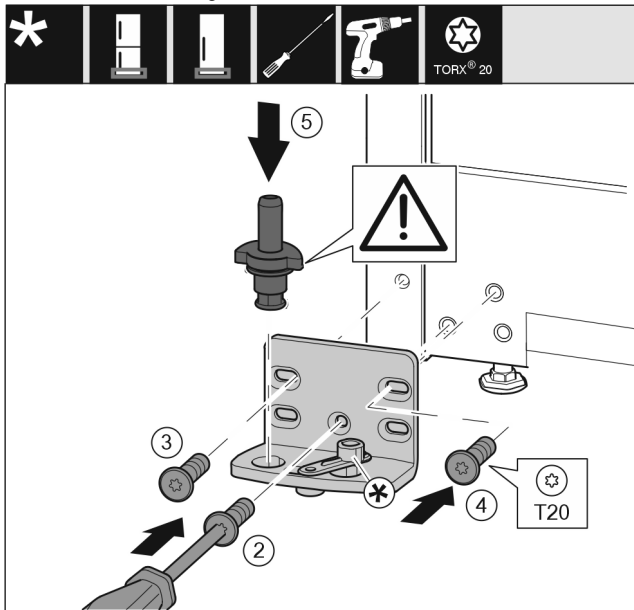

Fig. 36
- ▶ Poser le support de palier de l'autre côté et le visser à l'aide d'un tournevis T20. Commencer par la vis 2 en bas au milieu. Fig. 36 (2)
- ▶ Visser les vis 3 et 4. Fig. 36 (3,4)
- ▶ Mettre en place l'axe de palier complet. Veiller à ce que l'ergot d'enclenchement soit orienté en arrière. Fig. 36 (5)
- ▶ Poser le support de palier de l'autre côté et le visser à l'aide d'un tournevis T20. Commencer par la vis 2 en bas au milieu. (2)
- ▶ Tourner le joint amortisseur de fermeture de 180°. La visser de l'autre côté du support de palier avec un tournevis T20. (5)
- ▶ Mettre en place l'axe de palier complet. Veiller à ce que l'ergot d'enclenchement soit orienté en arrière. (6)